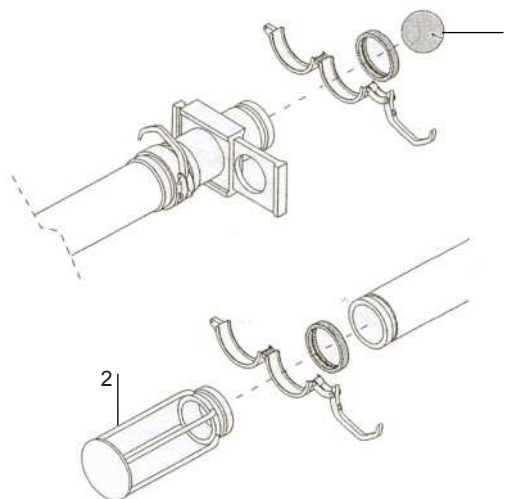
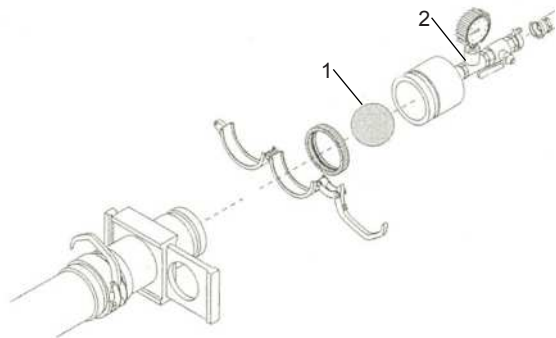

Fig. 23
Fig. 25
Imbiber d'eau une éponge avant de l'introduire dans le tuyau (Fig. 23 Rep. 1). Raccorder de nouveau le tuyau à la machine. Monter à l'extrémité du tuyau, à l'aide du raccord Victaulic muni de son joint, la cagette pour récupérer l'éponge (Fig. 23 Rep. 2). Remplir la cuve avec de l'eau et mettre en route le pompage.
Monter à l'extrémité du tuyau, à l'aide du raccord Victaulic muni de son joint, la cagette pour récupérer l'éponge (Fig. 23 Rep. 2). Introduire dans le tuyau une éponge mouillée, adaptée au diamètre du tuyau (Fig. 25 Rep. 1) ; raccorder le dispositif de nettoyage muni de soupape sphérique (Fig. 25 Rep. 2), livrée avec la machine, en contrôlant qu'il soit bloqué correctement.
L'éponge peut sortir du tuyau avec violence : étendre correctement l'embout du tuyau ; si le tuyau est obstrué ou bloqué, l'éponge ne sort pas. Interrompre l'introduction d'air en tournant le levier (Fig. 25 Rep. 2).
Vider le cuve de l'eau, placer le levier de vidange (Fig. 25 Rep. 2) en position verticale.
- Mettre en route la machine, maintenir le moteur au ralenti et régler le débit de la pompe au minimum à l'aide du sélecteur (Fig. 25 Rep. 2) sur le tableau électrique.
- Tourner le sélecteur d'inversion (Fig. 25 Rep. 2).